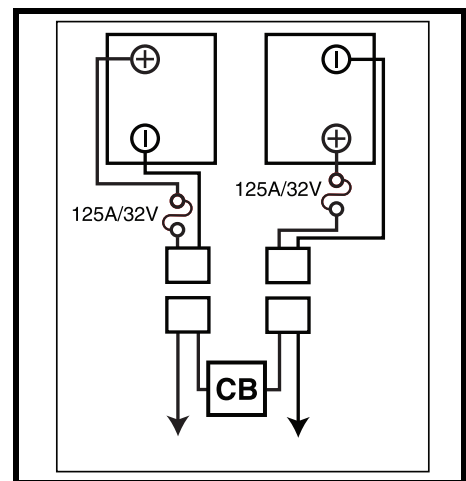

Figure 12. Remplacement des batteries
6. Placez une nouvelle batterie dans chaque puits. Faire face aux bornes de chaque batterie en face de l'autre et vers les côtés extérieurs du scooter. Voir la figure 12.